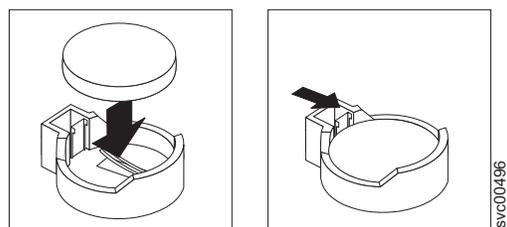

図 113. SAN ポリウム・コントローラー 2145-8A4 CMOS バッテリーの取り付け
- c. 図 113 に示すように、バッテリーを下に押し、所定の場所でカチッと音を立てるまでソケットに入れます。バッテリー・クリップがバッテリーを確実に保持するようにします。